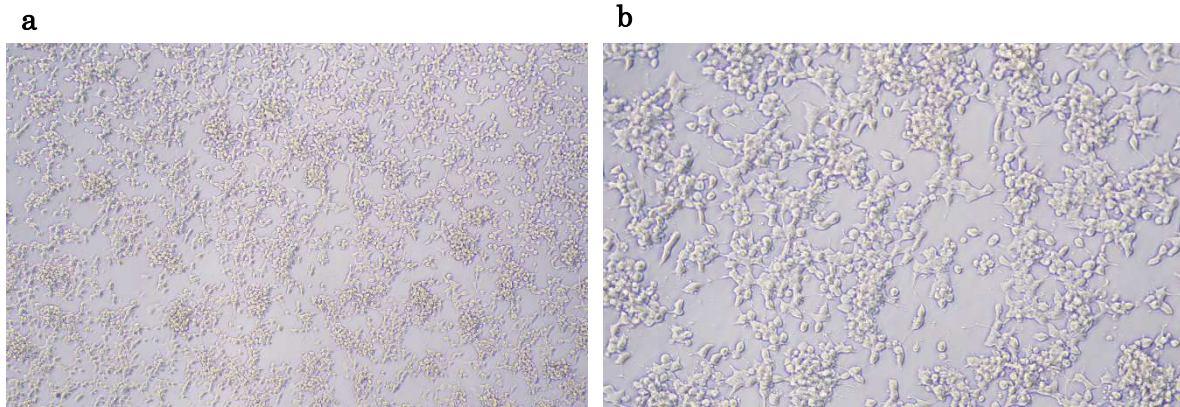

図1. 位相差顕微鏡画像
1. 継代する細胞 (参照:図 1) を CO₂ インキュベーターから取り出す。